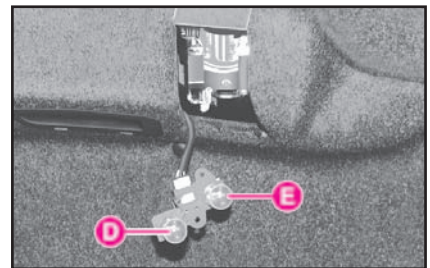

fig. 28
3) Estrarre le lampade tutto vetro, inserite a pressione (fig. 28).